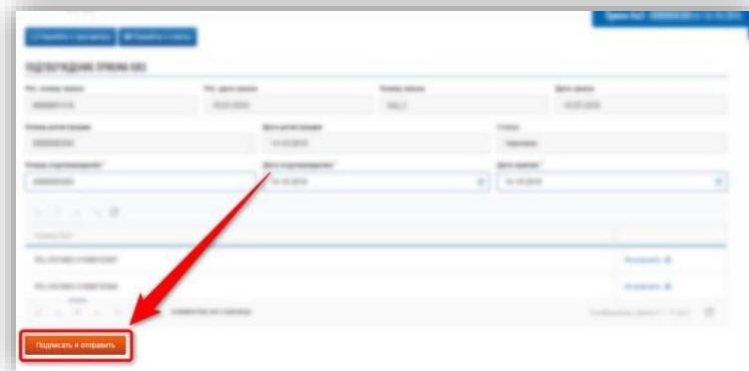

Рисунок 92 – Подписать и отправить
– На открывшейся странице «Подтверждение приема КиЗ» нажмите кнопку «Подписать и отправить» (рис. 92).